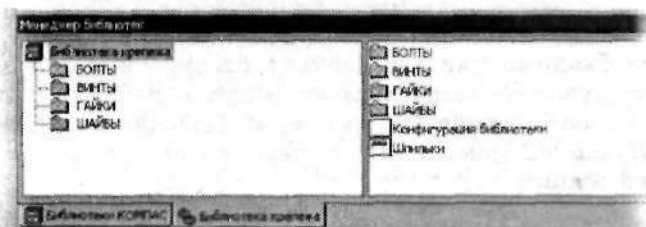

Рис. 3.55. Библиотека крепежа подключена
3. В левой части окна **Менеджера библиотек** выберите пункт **Машиностроение**, а в правой поставьте галочку в окошке метки у пункта **Библиотека крепежа** (тем самым вы осуществите подключение соответствующей библиотеки). Появится одноименная вкладка (рис. 3.55).